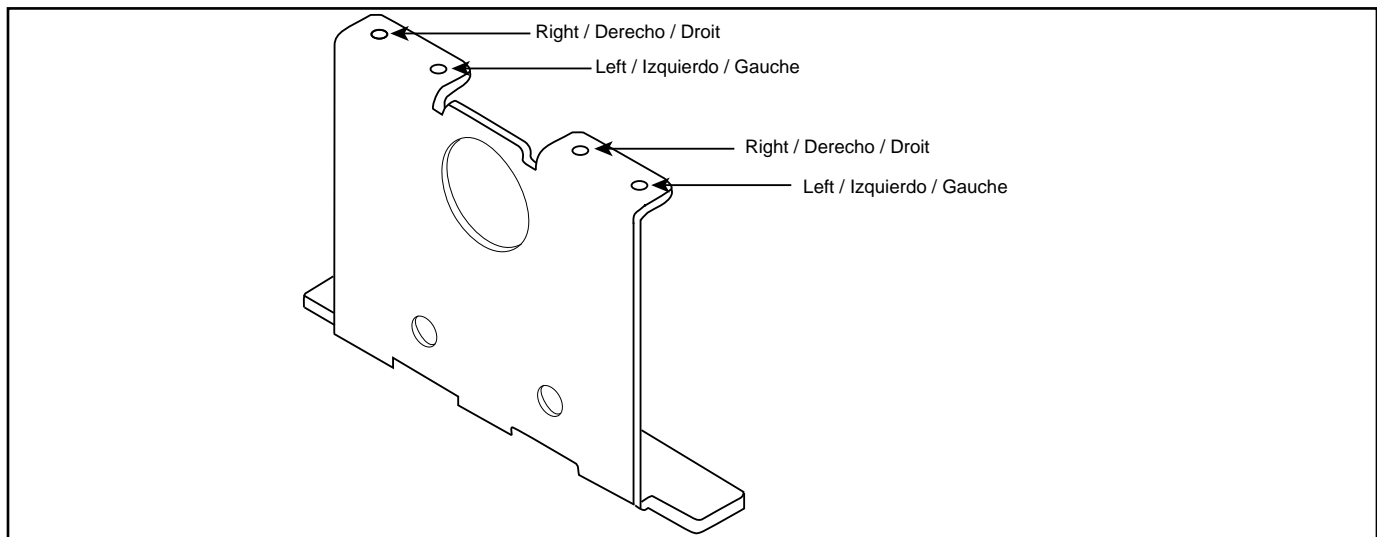

Figure 2 / Figura 2 / Figure 2: Conversion Procedure / Procedimiento de conversión / Procédure de conversion
2. Move switch and liner to opposite side of interlock assembly base and attach (with two screws provided) to the holes. See Figure 2.
2. Déplacer l'interrupteur et le revêtement du côté opposé à la base d'assemblage de l'interverrouillage et les fixer (à l'aide des deux vis fournies) aux trous. Voir la figure 2.